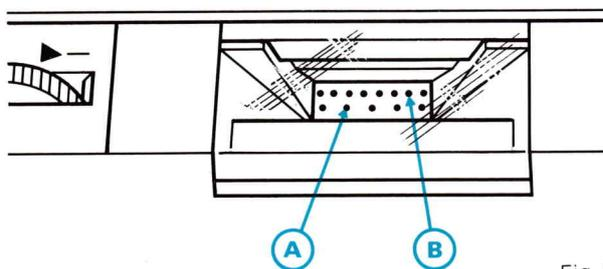

Fig. 5
est obtenue en utilisant l'effet stroboscopique. Celui-ci consiste à éclairer deux couronnes graduées (A) et (B), disposées sous le plateau, par une source lumineuse à éclats (Fig. 5).